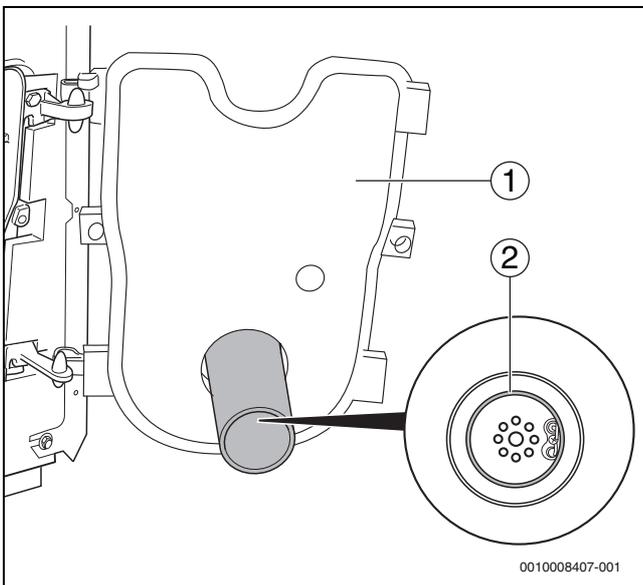

Bild 46 Korrekten Sitz der Dichtung prüfen
- ▶ Bei geöffneter Brennertür (→Bild 46, [1]) korrekten Sitz der Dichtung (→Bild 46, [2]) prüfen.
- ▶ Brennertür schließen (→Bild 46, [1]) und Befestigungsschrauben der Brennertür festziehen (ca. 10 Nm).